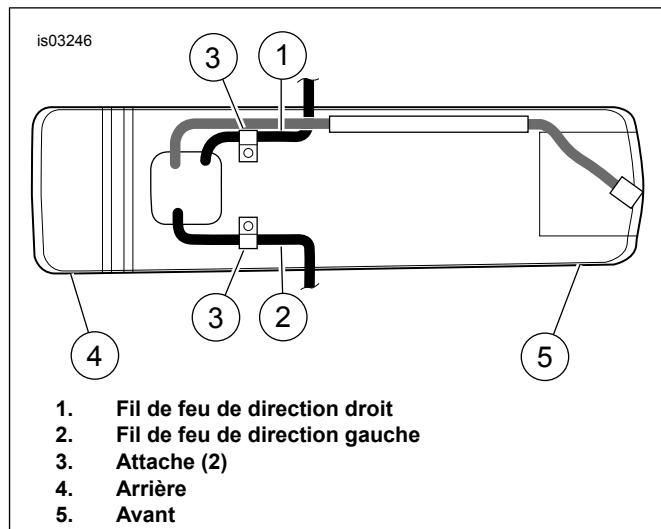

Figure 3. Fils et attaches de feu de direction (vue de dessous)
5. Voir Figure 3. Retirer le câblage de feu de direction (1, 2) des attaches (3) sous l'arrière du garde-boue et sortir les fils en les tirant.